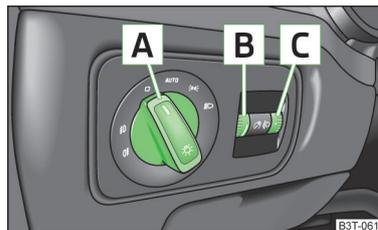

Abb. 30
Bei Fahrzeugen mit **Rechtslenkung** weicht die Anordnung der Bedienungselemente zum Teil von der in »Abb. 30 auf Seite 53 gezeigten Anordnung ab. Die Symbole, die die Stellungen der Bedienungselemente markieren, sind gleich.
Lichtschalterstellungen **A** » Abb. 30
Durch Drehen des Drehreglers ⌘ aus der Stellung — in 3 wird die Leuchtweitenregulierung allmählich angepasst und dadurch der Lichtkegel verkürzt » Abb. 30, Position **B**.
Durch Drehen des Drehreglers ⌘ kann bei eingeschaltetem Licht die Helligkeit der Instrumentenbeleuchtung angepasst werden » Abb. 30, Position **C**.
- Den Lichtschalter **A** in Stellung 0 oder **AUTO** drehen » Abb. 30 auf Seite 53.
- ✓ Der Lichtschalter befindet sich in der Stellung 0 oder **AUTO** » Abb. 30 auf Seite 53.